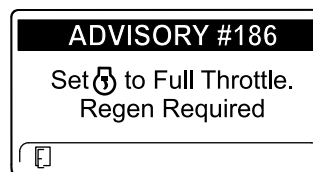

Figura 38
**Notă:** Dacă InfoCenter afiează ADVISORY #186 (recomandarea nr. 186) (Figura 38), setai motorul la accelerație maximă (interval mare de turatii) pentru a permite continuarea regenerării de resetare.